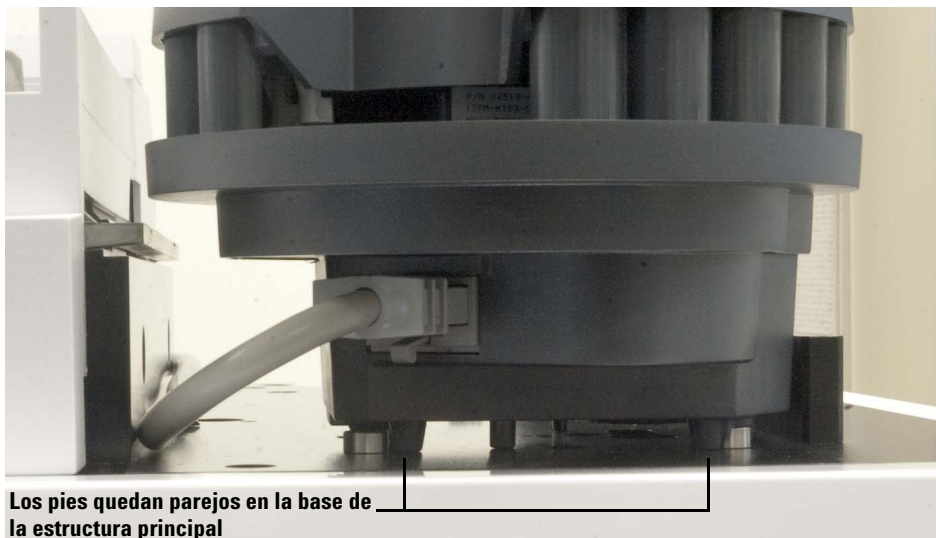

Figura 20 Instalación de la torre delantera en la estructura principal.
- 3** Con el cable de transmisión de datos instalado, baje la torre delantera en la posición delantera de la estructura principal y en el poste de montaje. Asegúrese de alinear correctamente la torre para que quede bien colocada en la base de la torre principal (Figura 20).
- 7 Con el cable de transmisión de datos instalado, baje la torre posterior en la posición posterior en la estructura principal y en el poste de montaje. Asegúrese de alinear correctamente la torre para que quede bien colocada en la base de la torre principal (Figura 20).